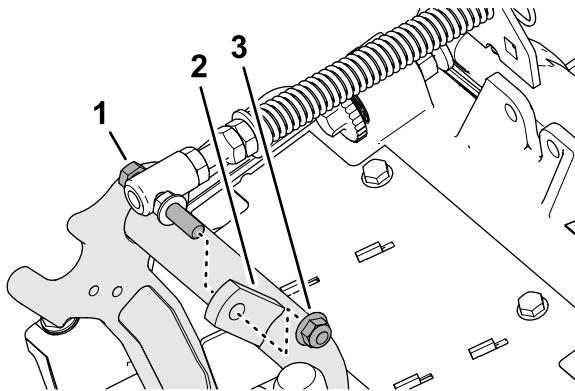

Figure 18
- Retirez le contre-écrou à embase ($\frac{3}{8}$ po) qui fixe la vis du ressort de compensation sur la patte droite du bâti porteur, et retirez le ressort de compensation de l'unité de coupe (Figure 18).